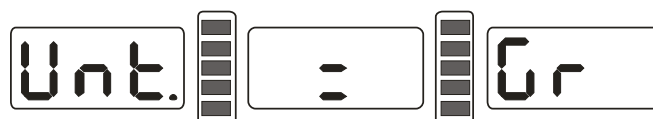

Bild 12-1
12.1 Tryck på STOP-knappen och knapparna a+ eller a-, varvid displayen visar markeringen enligt Bild 12-1. Aktuella enheten för massan är nu gram (Gr).